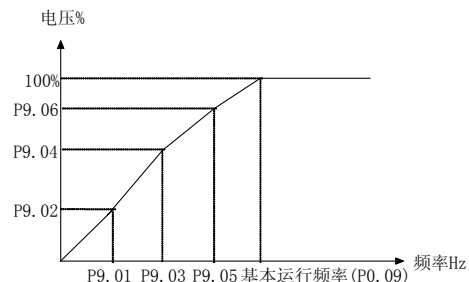

图 5-9-2 用户设定V/F曲线一般形式
- ◆ 当P9.00选择4时，用户可通过P9.01~P9.06自定义V/F曲线，如图5-9-2所示，采用四点折线方式定义V/F曲线，以适用于特殊的负载特性。注意：V1<V2<V3。低频时电压设定过高可能会造成电机过热甚至烧毁，变频器可能会过流失速或过流保护。